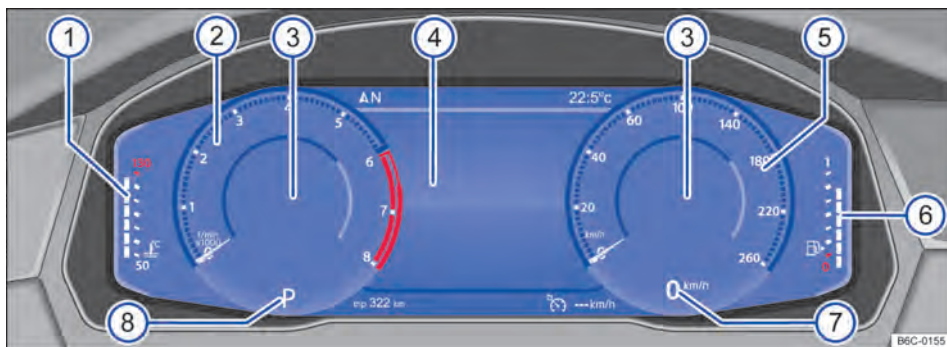

Fig. 9 Active Info Display no painel de instrumentos (variante 1).
Explicações sobre os instrumentos → Fig. 9:
Dependendo da versão do rádio e do perfil de informação selecionado, o Active Info Display mostra informações adicionais no centro de instrumentos redondos → Fig. 9 ③. Os seguintes perfis de informação podem ser selecionados: